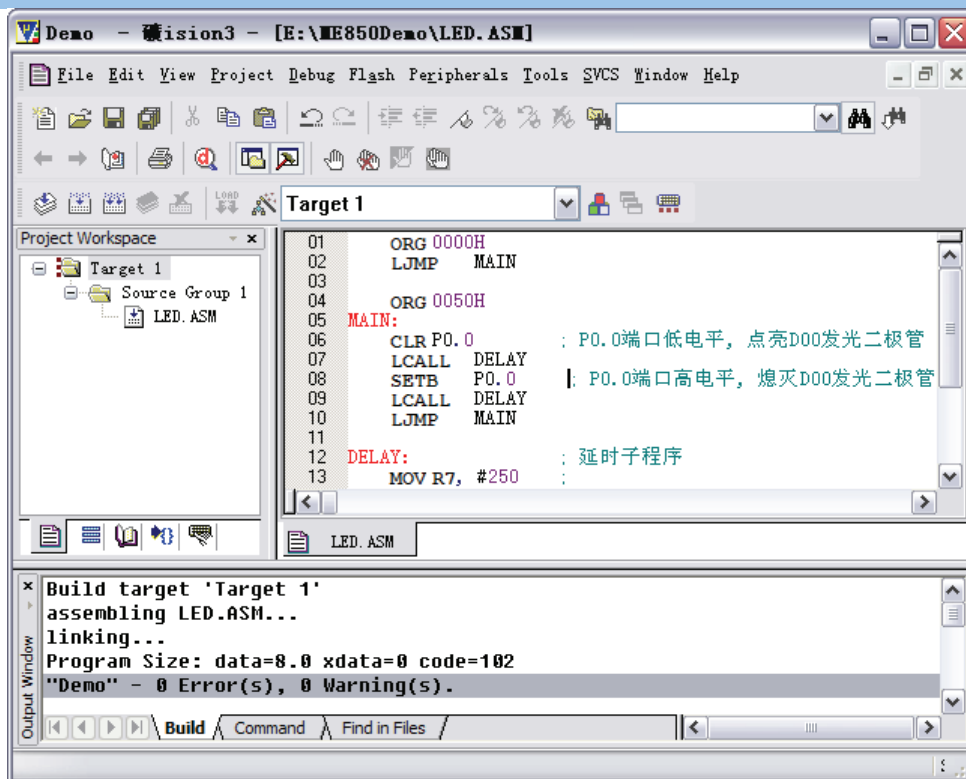

图 3.7
9. 单击工具栏的按钮  编译当前源程序。编译结果会显示在输出窗口内。如果是“0 Error(s), 0 Warning(s).”, 就表示程序没有问题了（至少是在语法上不存在问题了）参见图 3.7。如果存在错误或警告，请仔细检查您的程序是否与程序清单 3.1 一致。修改后，再编译，直到通过为止。参见图 3.7。